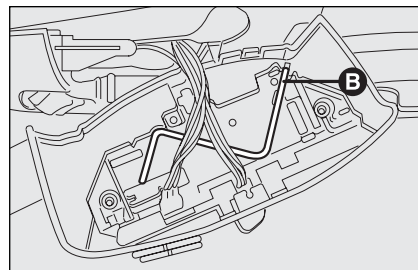
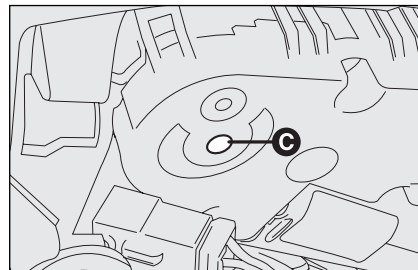

fig. 83
fig. 84
- ☐ en poussant la poignée **A-fig. 83** vers le haut et en relâchant tout de suite après (rétabli le mouvement interrompu précédemment);
- ☐ introduire la clé de secours appropriée **B**-fig. 83 (placée à l'intérieur du plafonnier) dans l'emplacement **C**-fig. 84;